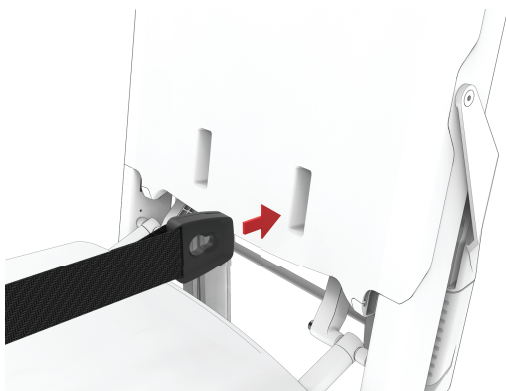
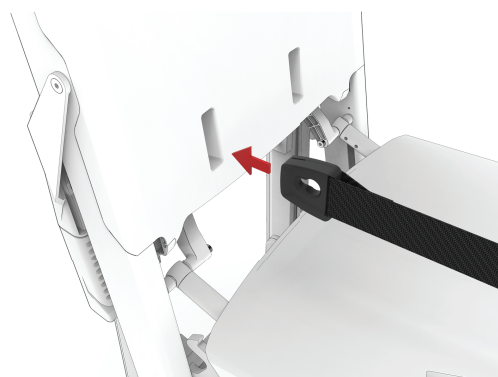

Rysunek 18 – Słupek siedziska, równoległy
Rysunek 19 – Słupek siedziska, poprzeczny
**Uwaga** - Zacisk siedziska można zamocować w konfiguracji równoległej lub poprzecznej, w zależności od rozmiaru pacjenta (Rysunek 18 i Rysunek 19).